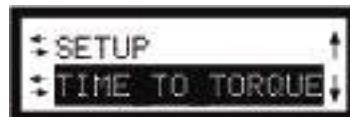

Figure III.13
La dernière option sélectionnée (par exemple, Time to Torque ou Time to Stop) va apparaître en surbrillance pendant le défilement de l'option choisie comme le montre la figure III.13 :
**Remarque :** Quand ce mode a démarré, une pression de la touche MOTOR ON/OFF/ESCAPE interrompt le test et on retourne en mode normal comme présenté sur la figure III.13.